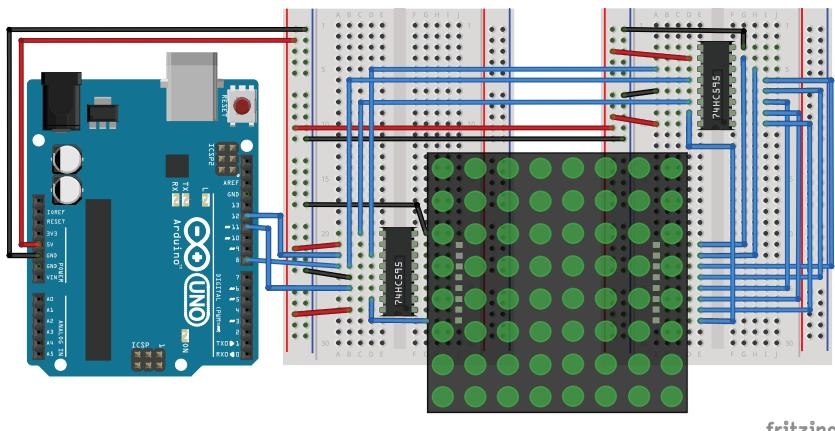

Рис. 9.2. Схема подключения светодиодной матрицы
Для подключения светодиодной матрицы к Arduino будем использовать каскадное подключение 2 микросхем 74HC595. При таком подключении биты из первого регистра будут проталкиваться в следующий в каскаде регистр. Нужно подсоединить вывод QH' первого регистра к pinu DS (MOSI). Схема соединений показана на рис. 9.2.
1. Подключаем матрицу по схеме на рис. 9.2.